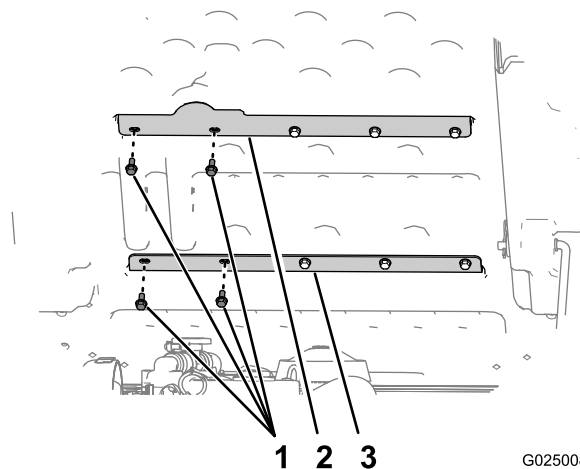

Рисунок 14
1. Выверните 2 крайних левых болта (5/16 x 3/4 дюйма), которые крепят верхнюю поперечину кузова к кузову (Рисунок 14).
2. Выверните 2 крайних левых болта (5/16 x 3/4 дюйма), которые крепят нижнюю поперечину кузова к кузову (Рисунок 14).